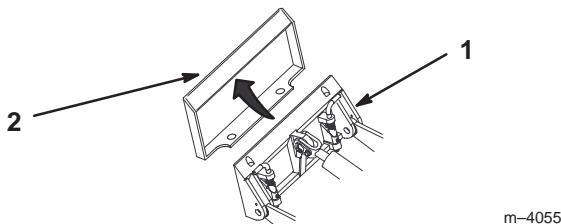

Bild 20
4. Positionieren Sie die Montageplatte am oberen Rand der Aufnahmeplatte am Zusatzgerät (Bild 20).